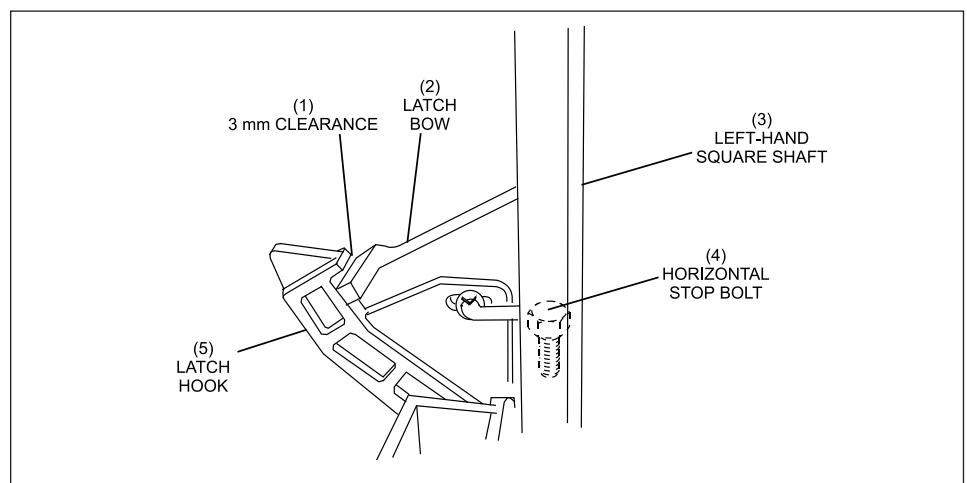

Abbildung 5-46. Verriegelungsbogen und Verriegelungshaken der hinteren Schwenkschaft
- b. Prüfen Sie, ob zwischen dem Verriegelungsbogen und dem Verriegelungshaken des hinteren Schwenkschafes ein Abstand von 3 mm besteht. Verstellen Sie den horizontalen Anschlagbolzen am hinteren Schwenkschaft, bis ein Abstand von 3 mm erreicht ist. Siehe *Abbildung 5-46*.
- (1) ABSTAND 3 MM
- (2) VERRIEGELUNGSBOGEN
- (3) LINKE VIERKANTWELLE
- (4) HORIZONTALER ANSCHLAGBOLZEN
- (5) VERRIEGELUNGSHAKEN